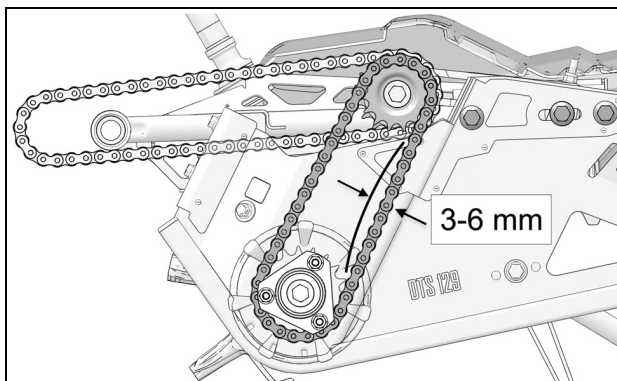

Figure 6
- Appliquer une pression au centre des deux pignons d'entraînement. La chaîne doit présenter une déflexion de 3 - 6 mm ( $\frac{1}{8}$  à  $\frac{1}{4}$  po). Réajuster jusqu'à ce que vous obteniez la bonne déflexion. Voir la Figure 6.